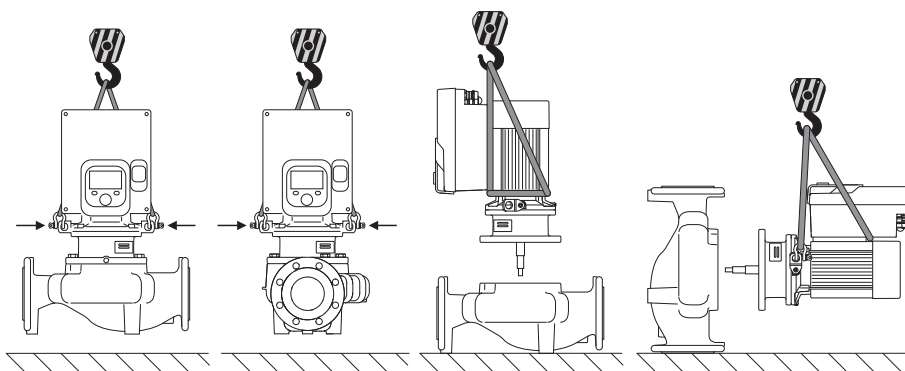

Fig. 6: Kierunek podnoszenia pompy pojedynczej
Pompę należy transportować, korzystając z dopuszczonych zawiesz (np. wielokrążka, żurawia itp.). Zawiesia należy zamocować do uchwytów transportowych znajdujących się na kołnierzu silnika. Pętle do podnoszenia, jeżeli to konieczne, wsunąć pod płytę adaptacyjną (Fig. 6/7). Należy zabezpieczyć pompę przed przewróceniem się.
2. W celu zabezpieczenia należy zamocować głowicę silnika (Fig. 4) za pomocą odpowiednich urządzeń wciągających w uchwytach transportowych. Aby jednostka nie wywróciła się, należy ułożyć wokół niej pętlę z pasa według Fig. 6 obejmującą silnik i adapter modułu elektronicznego. Podczas mocowania unikać uszkodzenia modułu elektronicznego.